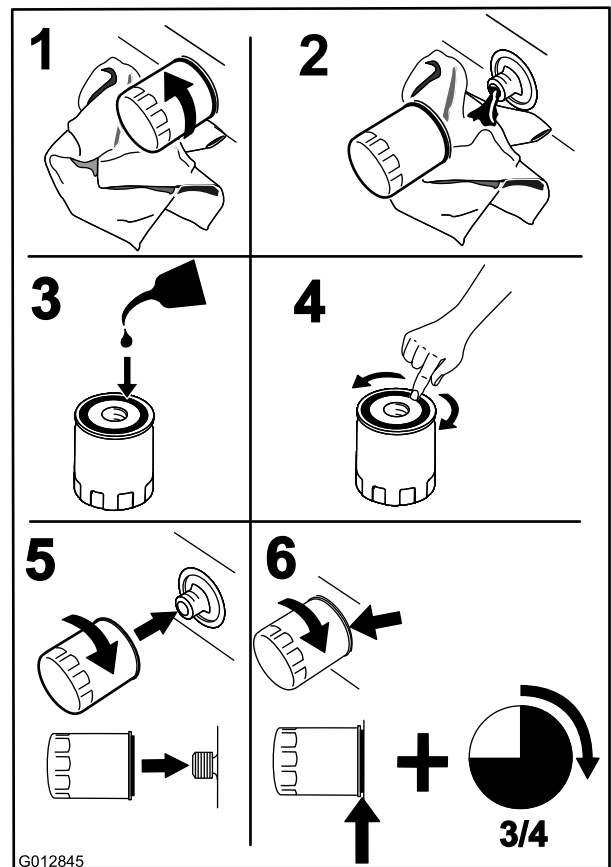

Figura 47
3. Cambie el filtro de aceite del motor (Figura 47).